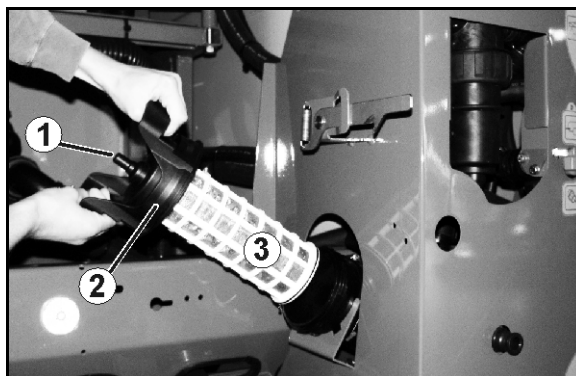

Bild 134
Rengör sugfiltret (Bild 134) dagligen efter sprutdrift.
1. Lossa locket till sugfiltret (Bild 134/2).
2. Ta ut locket med sugfilter (Bild 134/3) och rengör med vatten.